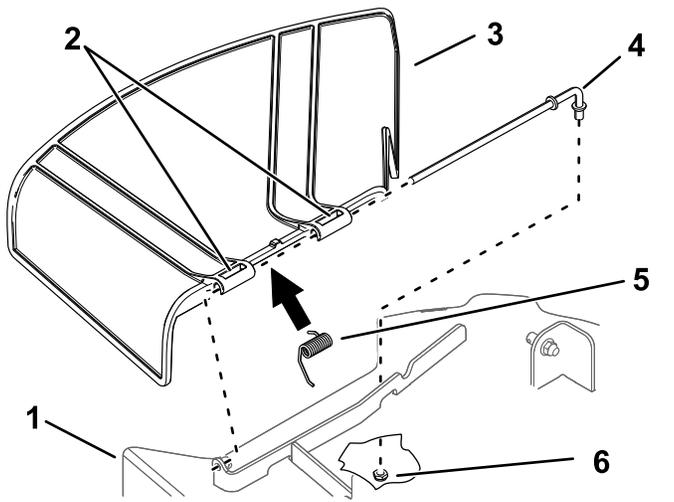

図 75
1. デッキの下側にあるロッド固定ナット $\frac{3}{8}$ "を取り外す 図 75。
- デッキブラケットからロッドを抜き取ると、スプリングとデフレクタが外れてくる 図 75。
- 新しいグラスデフレクタを取り付ける 図 75。
- 2つ目のピボットに、ロッドを通す 図 75。
- ロッド後部をデッキに差し込み、ナット $\frac{3}{8}$ "で 図 75 のように固定する。